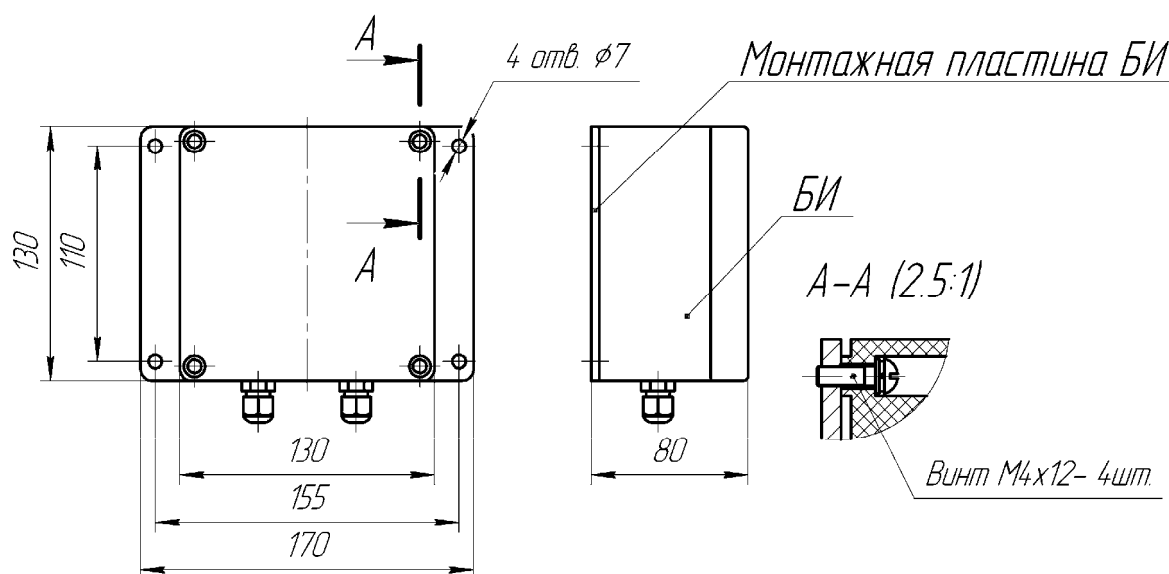

Рис. 6.3. Установка блока индикации на монтажную пластину.
Блок индикации прикрепляется к монтажной пластине винтами (входят в комплект влагомера) в соответствии с Рис. 6.3. Пластина с блоком индикации устанавливается в любом удобном для оператора месте, на удалении не более 300 метров от блока управления и контроля. Габаритные и присоединительные размеры блока индикации и монтажной пластины приведены на Рис. 6.3.
- При необходимости (например, для отправки на предприятие-изготовитель) снимите блок индикации с монтажной пластины (Рис. 6.3).